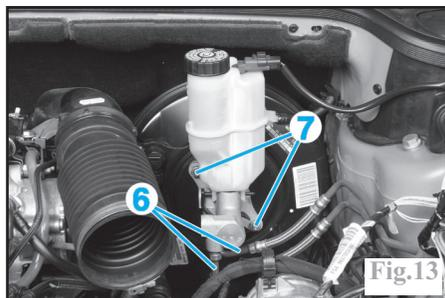

Fig.13
- les tuyaux (6) (Fig.13) de liaison entre le maître cylindre et le groupe hydraulique.